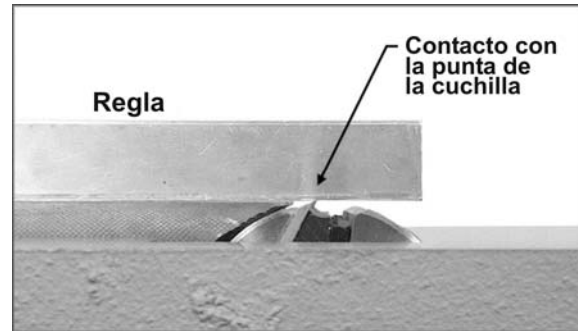

Figura 24
5. Descienda la mesa de salida hasta que la regla haga contacto con la cuchilla, como se muestra en la Figura 24. Usando la correa, oscile la cabeza de corte levemente para cerciorarse de que el ápice del cuchillo esté entrando en contacto con la regla.